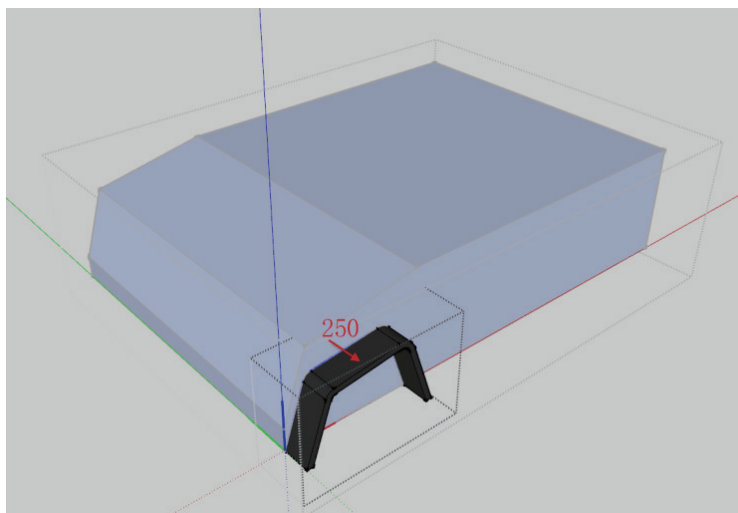

图 2.18 推拉体块
(8) 推拉体块。双击挡泥板进入组件编辑模式。按 P 快捷键发出“推/拉”命令，将挡泥板沿绿轴向外拉出 250mm，如图 2.18 所示。